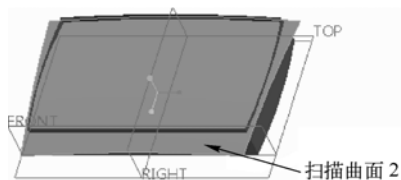

图 7-155 创建扫描曲面 2
- 5 在“扫描”选项卡中单击“完成”按钮, 完成如图 7-155 所示的扫描曲面 2。